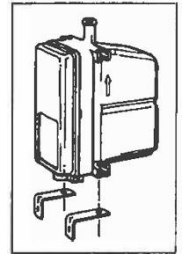

Figure 6 –
4. Le réchauffeur est muni d'un dispositif de fixation à points multiples qui convient à plusieurs installations. Les figures 6 à 8 illustrent trois installations possibles. Choisir une surface lisse et exempte d'attaches. Fixer le réchauffeur à l'endroit choisi en utilisant les boulons, les écrous et les rondelles d'arrêt de la trousse.